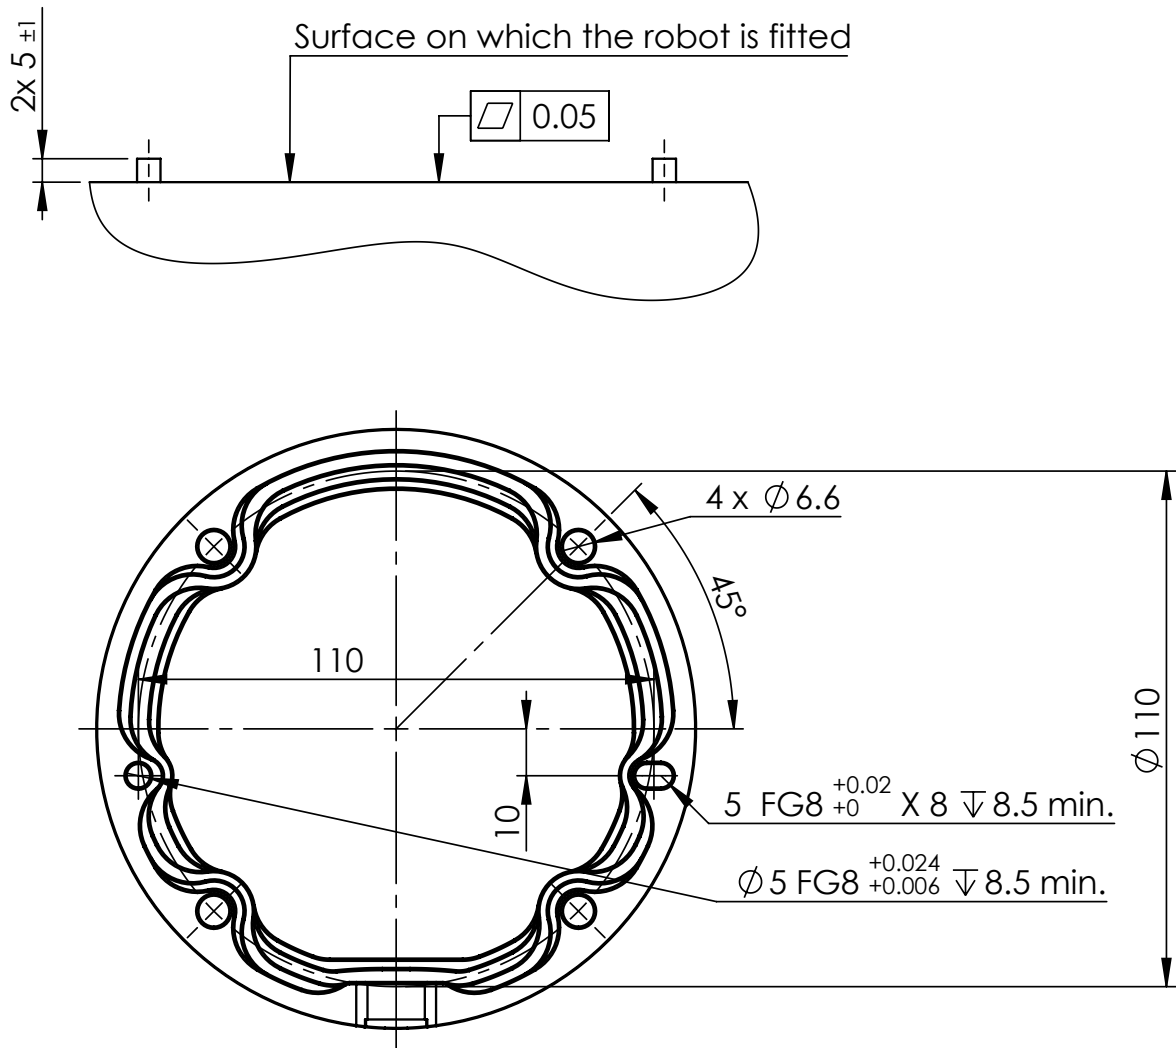

FIGURE 4.1 – Trous de montage du robot. Utiliser quatre boulons M6. Toutes les mesures sont en mm.
**Bras du robot** Le Bras du robot est installé à l'aide de quatre boulons 8.8 de force M6 et quatre trous de montage 6.6 mm à la base. Les boulons doivent être serrés avec le couple 9 N m . Utilisez les deux trous Ø5 , fournis, avec une broche, pour repositionner le Bras du robot avec précision. Remarque : Vous pouvez acheter une contrepartie de base de précision comme accessoire. La figure 4.1 indique où percer des trous et monter les vis.